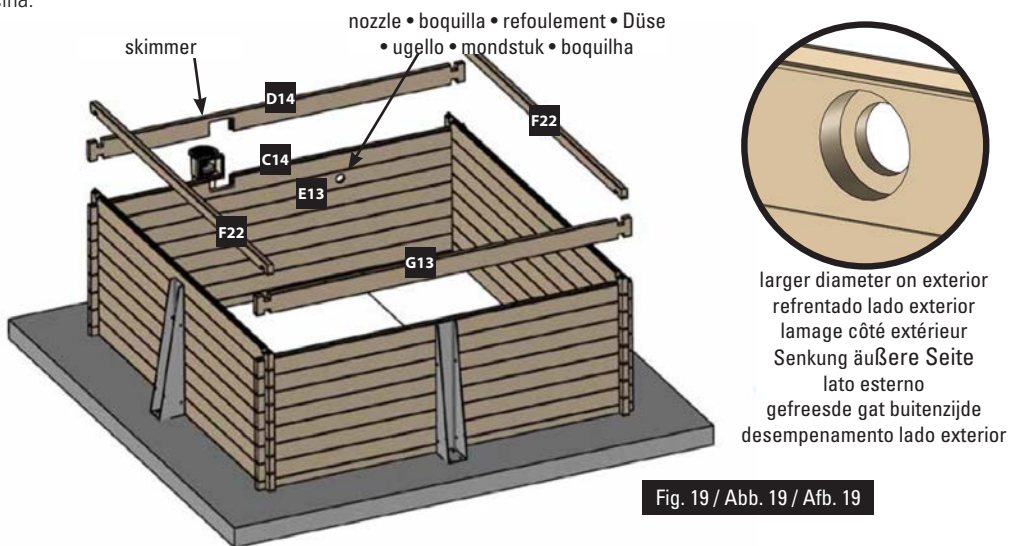

Fig. 19 / Abb. 19 / Afb. 19
- EN Skimmer:** • Place the specific boards of the skimmer facing the prevailing winds. Boards (C14) and (D14) will always be placed over a panel starting by board (B13) (figure 19). • The skimmer will not be stable until the pool is filled. *The skimmer (with its flap) is fitted as the same time as the finishing board.*
- FR Skimmer:** • Placez les madriers spécifiques au skimmer face aux vents dominants. Les madriers (C14) et (D14) se positionnent toujours sur un pan commençant par un madrier (B13) (figure 19). • Tant que le bassin n'est pas rempli, le skimmer ne sera pas stable. *Le skimmer (avec son volet) s'emboîte en même temps que le madrier de finition.*
- NL Skimmer:** • Plaats de planken die specifiek voor de skimmer zijn met het gezicht op de overheersende windrichting. De planken (C14) en (D14) worden altijd op een paneel geplaatst en er wordt begonnen met plank (B13) (afbeelding 19). • Zolang het zwembad niet is gevuld, zal de skimmer niet stabiel zijn. *De skimmer (samen met zijn afsluiter) wordt op het zelfde moment ertussen gezet als de plank voor de afwerking.*